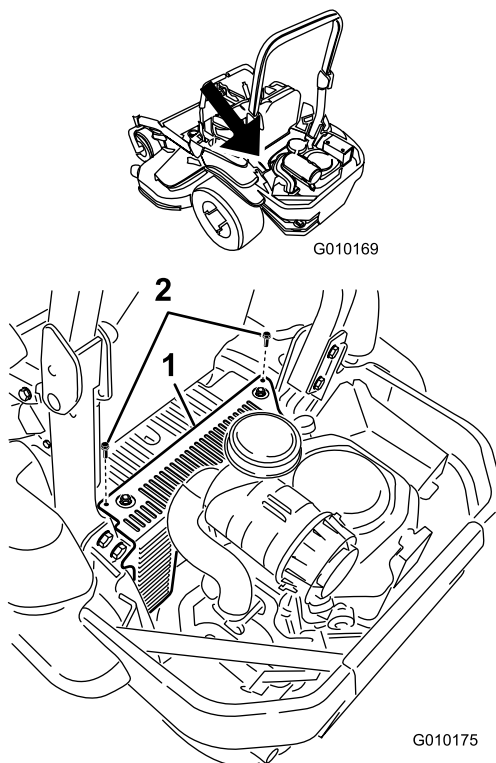

Figura 52
3. Togliete i due bulloni che fissano la copertura dell'unità idraulica e rimuovetela Figura 52. Questa operazione vi garantisce accesso alla candela anteriore.
5. Installate la copertura sinistra dell'unità idraulica (Figura 52).